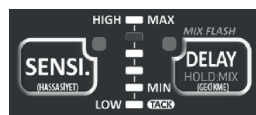

Рисунок 3
- Кратковременно нажмите и отпустите кнопку DELAY. В это время будет мигать индикатор DELAY. Кратковременно переместите кнопку DELAY, нажимая и отпуская ее до достижения желаемого уровня регулировки, и зафиксируйте ее, когда она достигнет желаемого уровня. Рисунок 3.
- Настройка чувствительности датчиков низкая (MIN) и высокая (MAX). Уровень можно отрегулировать на желаемом уровне. Отрегулированный уровень шага будет отображаться на светодиодном экране. Кратковременно нажмите кнопку SENSИ до желаемого уровня настройки. Перемещайте его, нажимая и отпуская, и зафиксируйте, когда он достигнет нужного уровня. Рисунок 3.